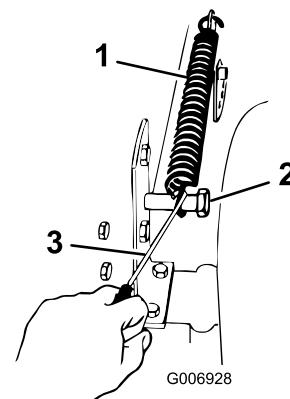

Figura 37
5. Retire el muelle de elevación asistida de altura de corte del perno de retención (Figura 37). El muelle se encuentra entre el bastidor y la rueda trasera derecha.
13. Mueva la palanca de ajuste de la altura de corte a la muesca "D". Enganche el muelle de elevación en el perno de retención para su almacenamiento (Figura 37).